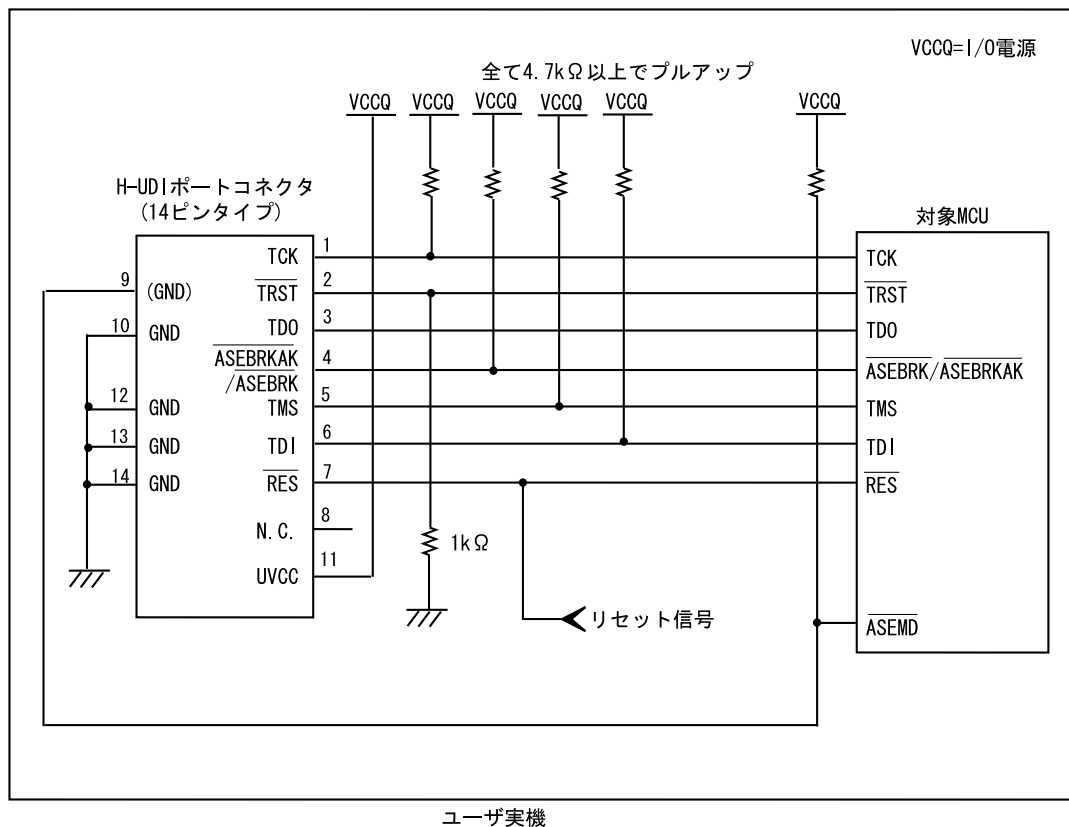

図 1.2 E10A-USB 使用時の H-UDI ポートコネクタ - チップ間の推奨接続例(14 ピンタイプ)
- 図 1.2 の回路を組んだ場合の E10A-USB エミュレータのスイッチ設定：SW2=1, SW3=1